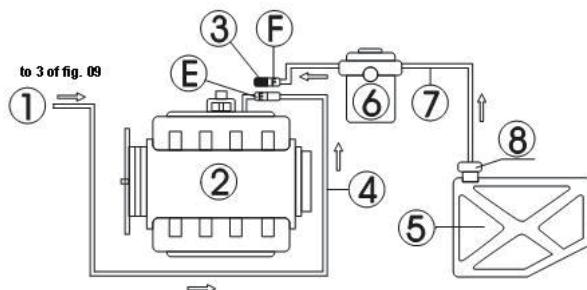

Abb. 10
Der Schlauchleitungsanschluss des Motors ohne Rücklaufschlauch ist wie in Abb. 10 dargestellt.
- Trennen Sie die Kraftstoff-Zufuhrschräume (E/F) des Motorkraftstoffsystems (wickeln Sie die Anschlüsse beim Trennen mit einem Handtuch ein) und wählen Sie dann einen geeigneten Stecker zum Anschluss an das E-Ende. Schließen Sie den Kraftstoff-Auslassschlauch des Geräts wieder gut an und lassen Sie den Kraftstoff-Rücklauf-Schlauch hängen. (siehe Abb. 10)
- Halten Sie das andere Ende des Trennendes (F) mit einem geeigneten Stopper (es kann verwendet werden, wenn nur die Kraftstoffpumpe die Kraftstoffrücklauffunktion hat), oder entfernen Sie die Sicherung der Kraftstoffpumpe, oder trennen Sie das Netzkabel der Kraftstoffpumpe des Motors ab.